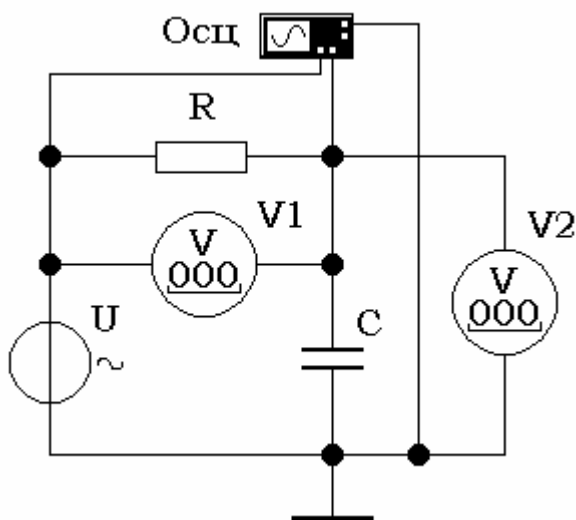

Рис. 3 - Интегрирующая RC-цепь
1. Соберите схему последовательной RC-цепи в соответствии с рис. 3. Вольтметры включите в режим измерения переменного тока (AC), их сопротивление 10 МОм. Установите частоту генератора равной  $f_c/8$ , напряжение на его выходе 1 В, начальная фаза  $0^\circ$ .